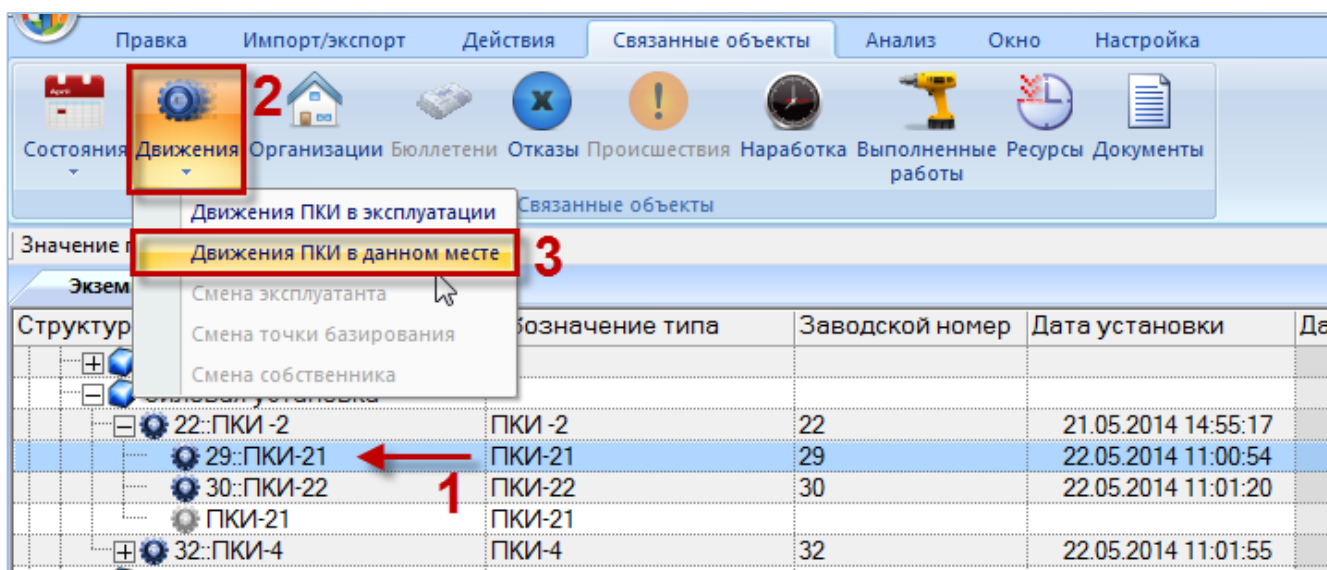

Рис. 23-31 – Открытие окна движений ПКИ в данном месте
- 3) Нажать кнопку «Движения» панели «Связанные объекты» и из раскрывшегося списка выбрать пункт «Движения ПКИ в данном месте» (рис. 23-31).